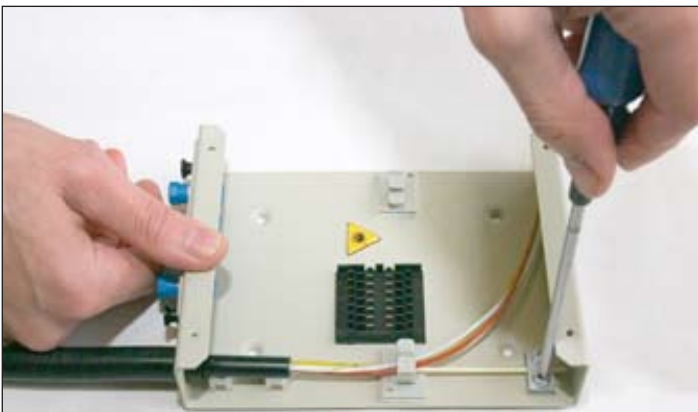

Рисунок 5.1 - Крепление ЦСЭ
5.4 Для удобства монтажа пропустить ОМ через держатель. При помощи отвертки закрепить ЦСЭ кабеля прижимной накладкой (*рисунок 5.1*). Если ОК имеет синтетические (aramидные) нити, закрепить их совместно с ЦСЭ, лишнюю длину удалить.